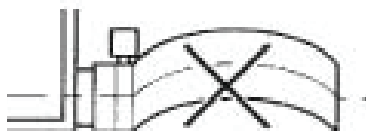

Fig.12.13
- No pliegue la manguera de desagote en la unidad interior. (Ver Fig.12.13 )